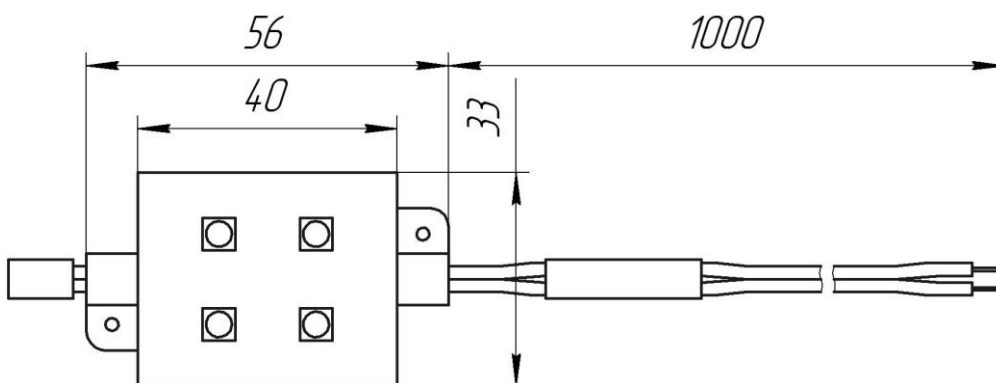

Рис.2. Светодиодный модуль НШЕК.676731.001.
4.5.1 **Светодиодный модуль НШЕК.676731.001** (рис.2) устанавливается в плафон освещения на двухсторонний скотч или саморезы.